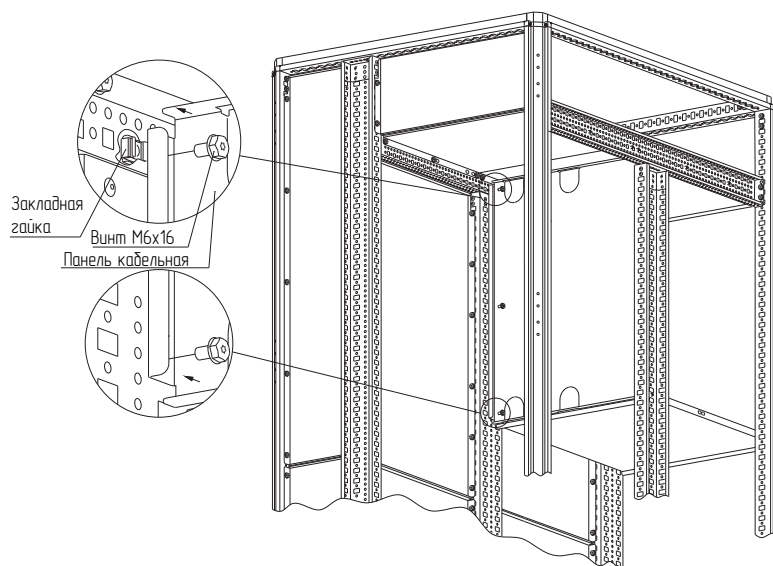

Рисунок 61
– вариант 1. Набором «закладная гайка М6 – винт М6×16 – шайба 6». Установить закладные гайки в квадратные отверстия реек монтажных (рисунок 61) и стоек каркаса в местах, соответствующих высоте панели кабельной. Закрепить панель винтами М6×12 с шайбой 6. Момент затяжки – 7 Н·м. Метизы в комплект поставки не входят;